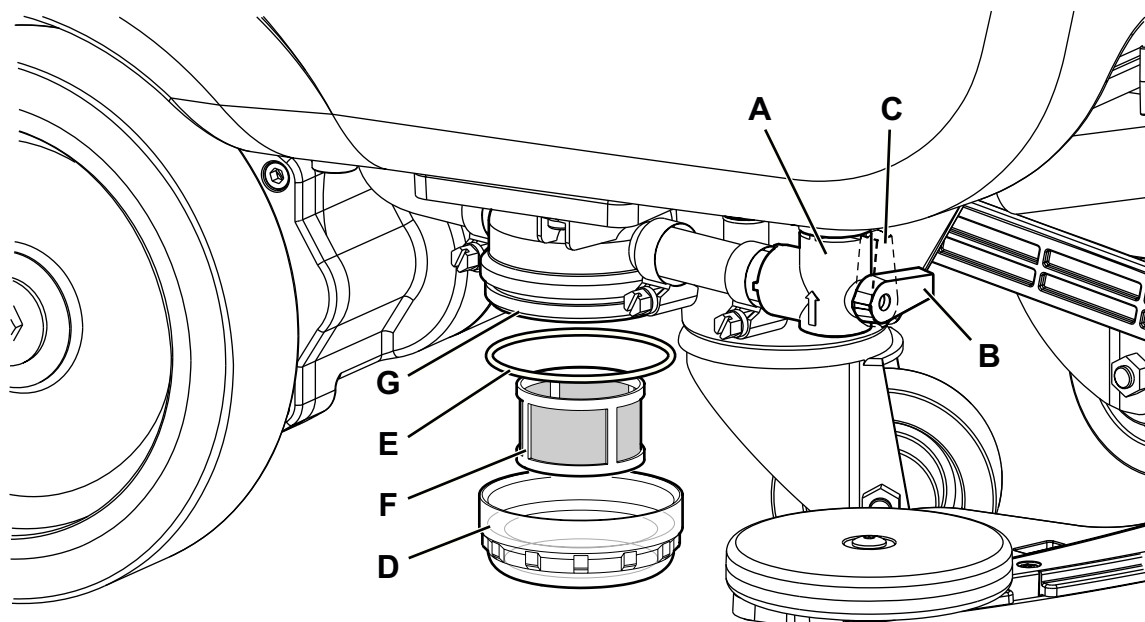

Рис. 12
2. Убедитесь, что машина отключена и ключ оператора (41) извлечен.
3. Закройте клапан бака раствора моющего средства (А, Рис. 12). Кран закрыт, когда находится в положении (В), и открыт, когда находится в положении (С).
4. Снимите прозрачную крышку (D) и уплотнитель (E), затем снимите сетку (F) фильтра. Промойте их, а затем осторожно установите на основание фильтра (G).